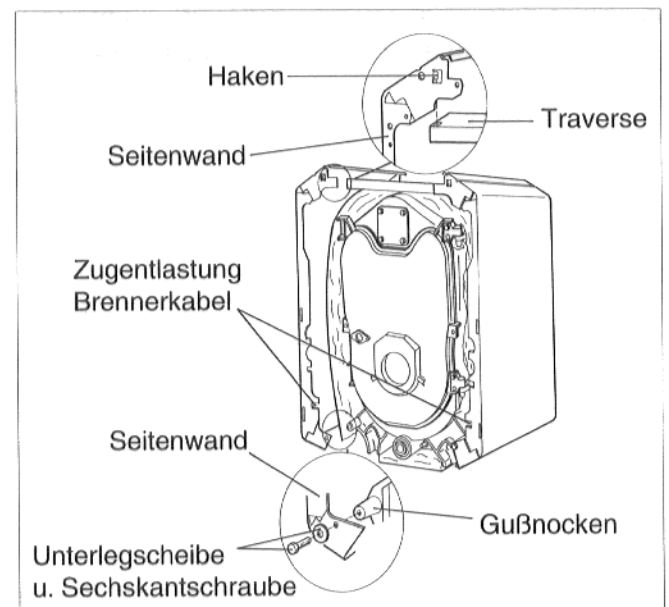

Abb. 21
- Brennerkabel in eine der Seitenwände einlegen und die Zugentlastung in die Auszangung der Seitenwand einrasten (Abb. 21).
- Seitenwände vorne oben mit dem nach innen gestellten Haken in die Traverse einhängen (Abb. 21).
- Seitenwände unten über die Gußnocken am Vorderglied schieben und mit Unterlegscheibe und Sechskantschraube sichern (Abb. 21).